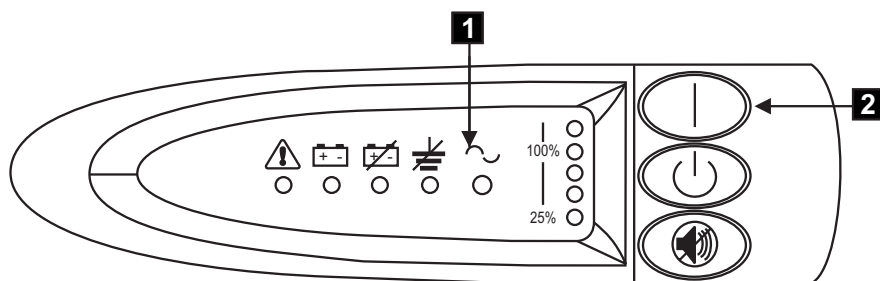

図 213. 2145 UPS の電源スイッチおよびインディケータ
10. すべてのフロント・パネル・インディケータ (図 213 を参照) は、2145 UPS が自己診断テストを実行する間、しばらく明滅します。テストが完了すると、モード・インディケータが明滅して、2145 UPS が待機モードに入ったことを示します。